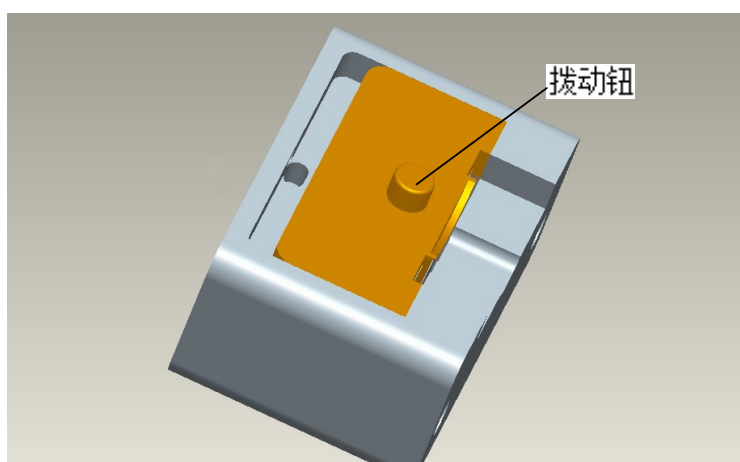
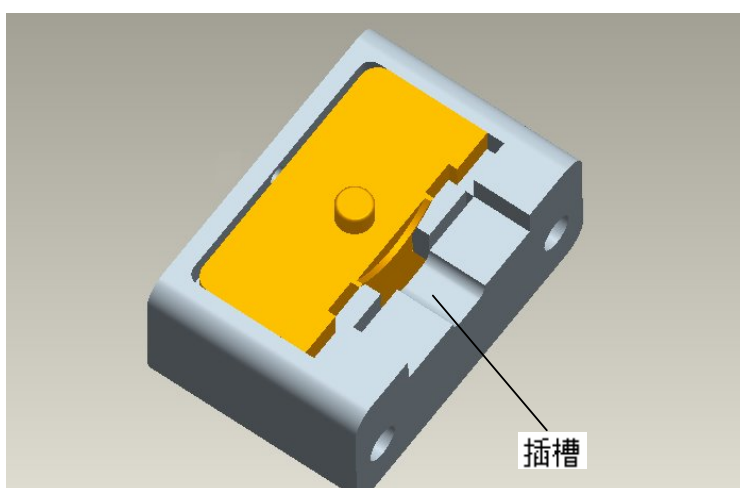
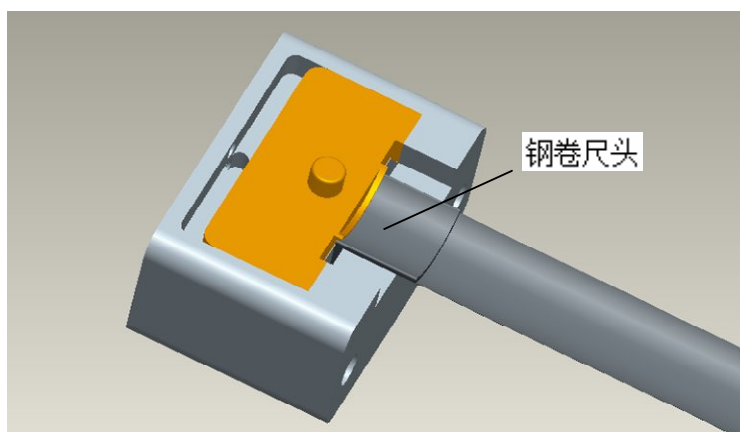

图 2-1 钢卷尺夹具（闭合状态）
图 2-2 钢卷尺夹具（开启状态）
图 2-3 装夹后效果图
2、由图 2-1 和图 2-2 可以看到钢卷尺夹具由闭合状态调整为开启状态时出现了插槽，此时将钢卷尺头插入插槽，松开拨动钮即可自动夹紧（如图 2-3 所示）；